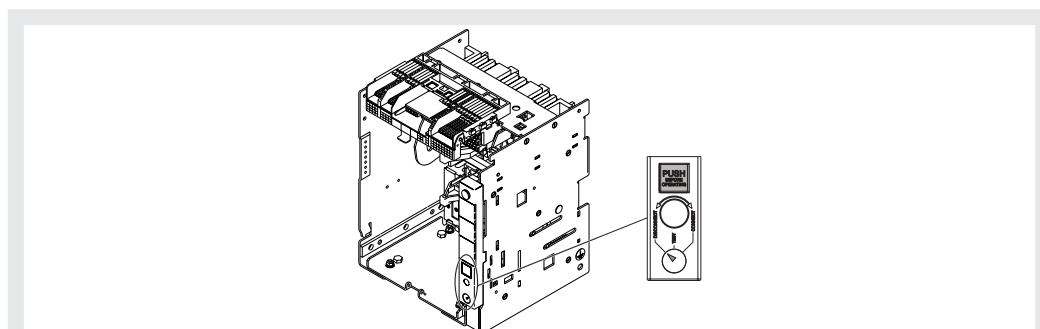

Figure 30
2. Vérifier que l'indicateur sur la partie fixe signale la position **DISCONNECT**. Voir Figure 30.